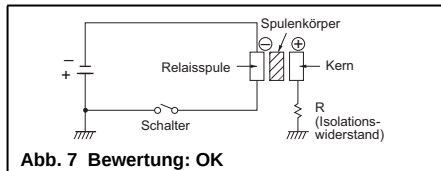

Abb. 7 Bewertung: OK
- Die $\oplus$ -Seite der Spannungsquelle sollte an der Bodenplatte angeschlossen sein. (siehe Abb. 7 - dies gilt für alle Relais)